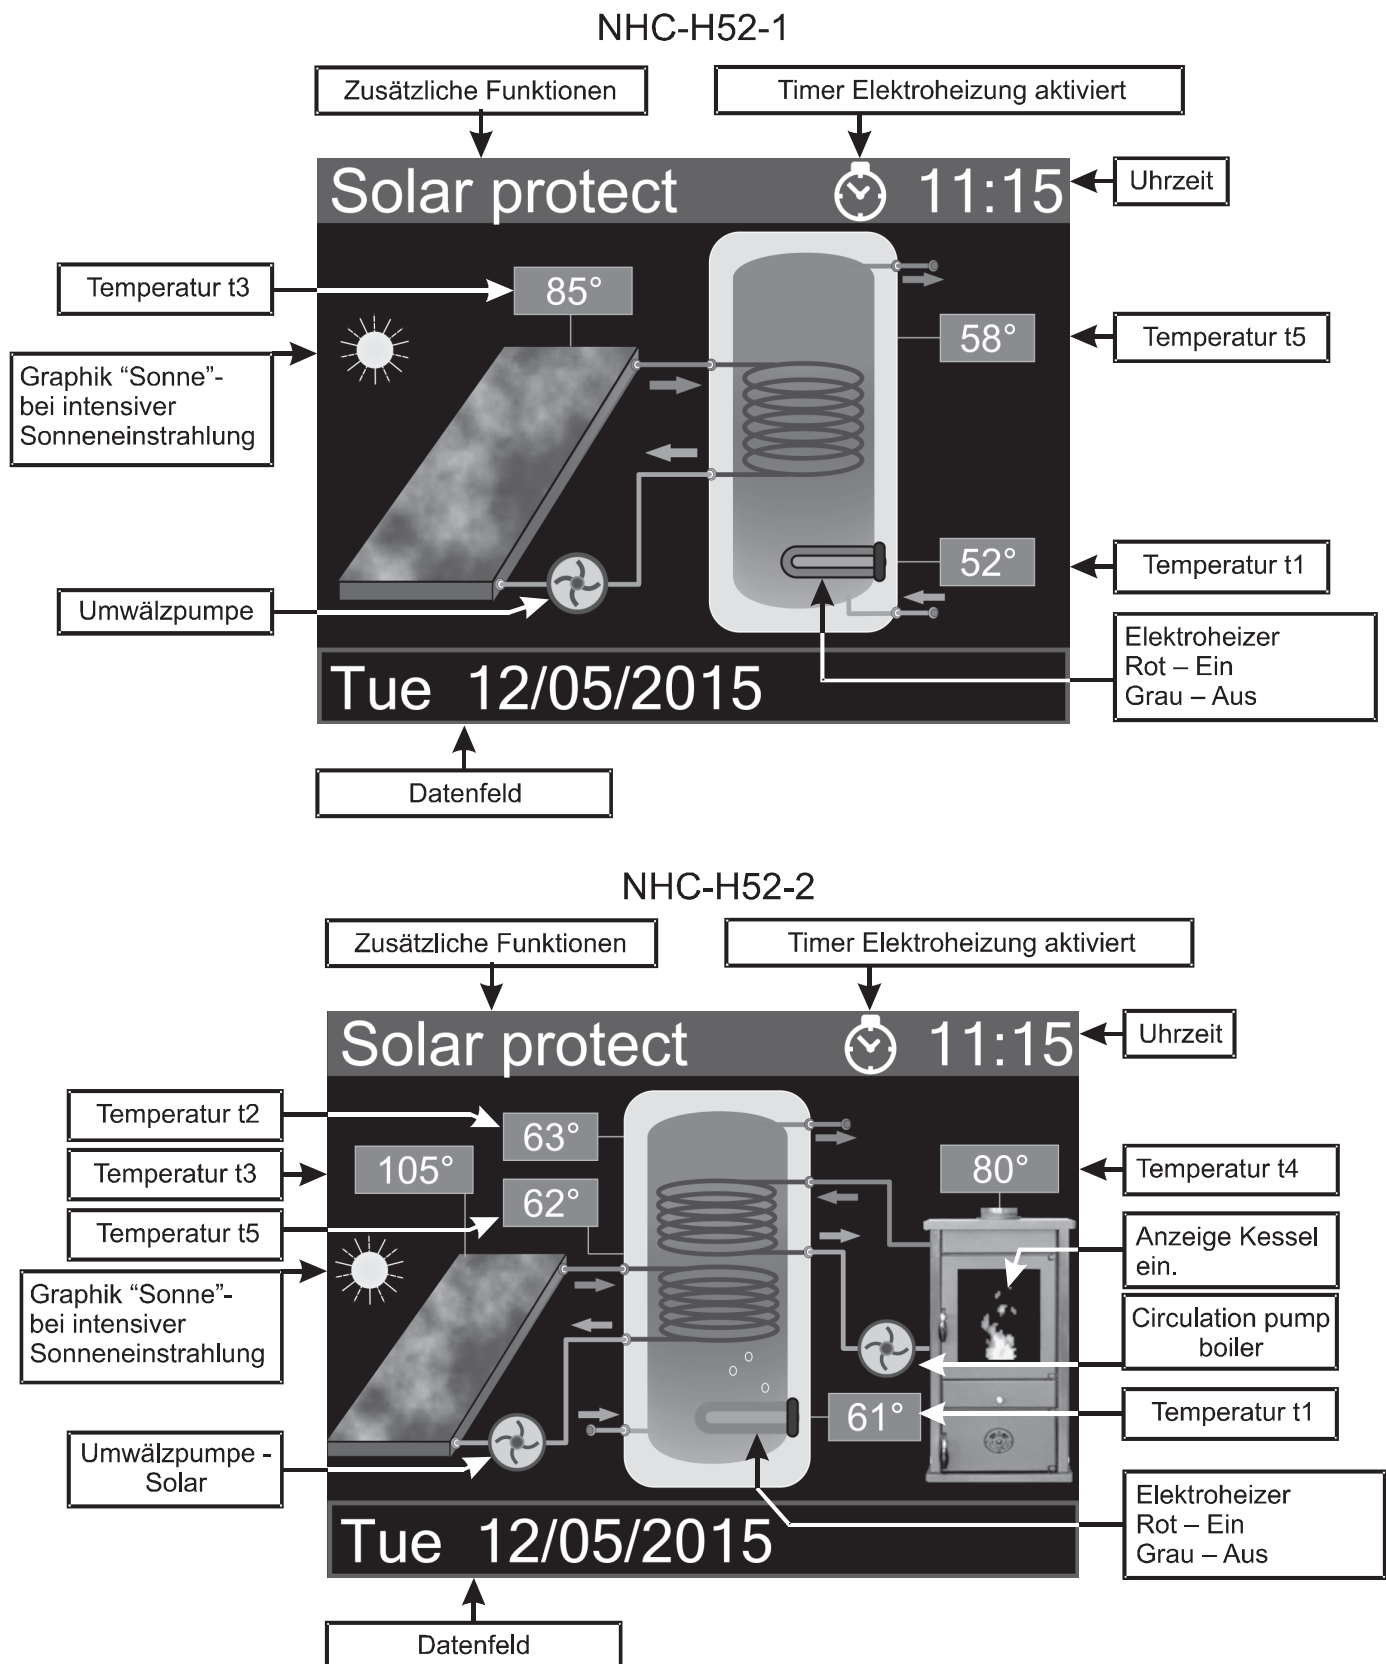

Fig. 4 – Anzeige der Steuereinheiten NHC-H52-1 / NHC-H52-2
3.1 Hauptanzeige – Grafiken und Symbole - Fig. 4